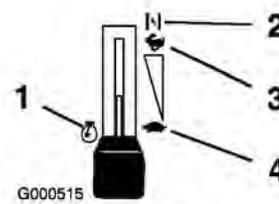

Figura 9
- Cuando el motor arranque, mueva el acelerador a la posición Rápido (Figura 9). Si el motor se cala o funciona irregularmente, vuelva a colocar el acelerador en Estárter durante unos segundos. Luego mueva el acelerador a la posición deseada. Repita este procedimiento tantas veces como sea necesario.
- Ponga el acelerador en Lento (Figura 9).